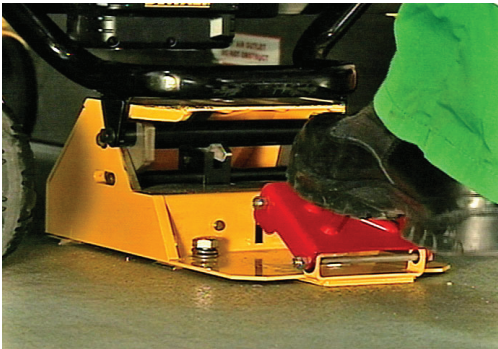

Figura 15 – Premere il pedale
1. Premere il pedale fino a che il meccanismo di chiusura non sblocca la barella (Figura 15).